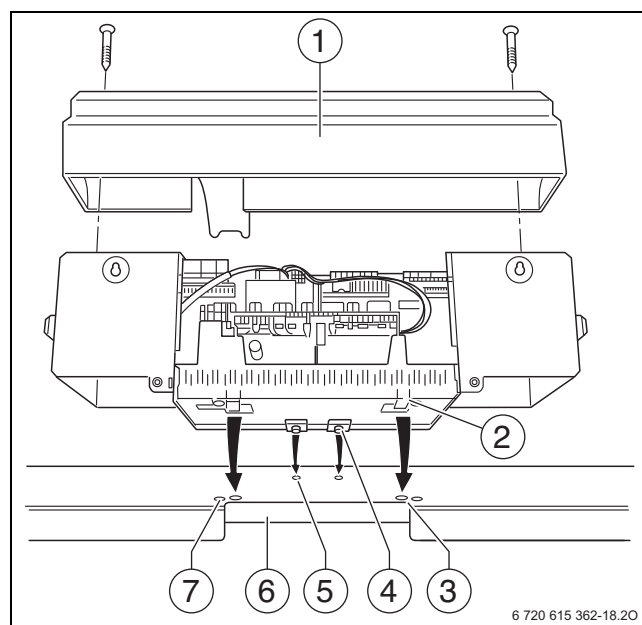
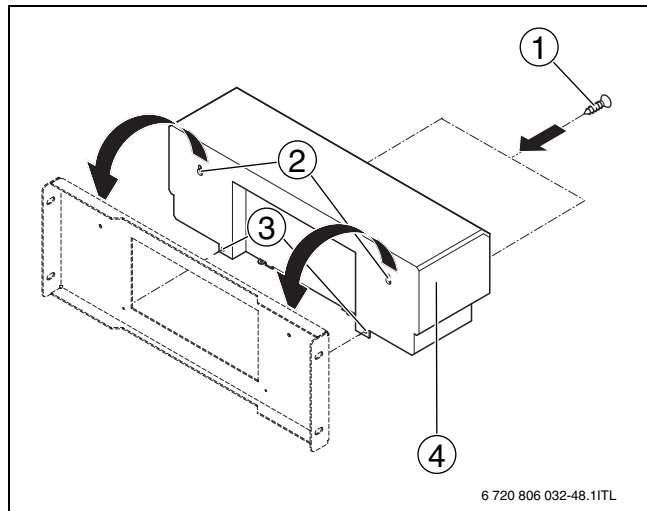

Рис. 22 Монтаж системы управления на котлах 120 - 820 кВт
Рис. 23 Монтаж системы управления на котлах 1040 - 1850 кВт
На рис. 22 система управления (без задней стенки) и кронштейн [1] показаны сзади.
На рис. 23, стр. 24 изображен вид сзади системы управления.
- ▶ Отверните два винта [1] на крышке. Снимите крышку [2] вверх (→ рис. 22).
- ▶ Выньте две заглушки (→ рис. 23, [2]) из системы управления.
- ▶ Установите систему управления (→ рис. 23, [4]) на цапфы кронштейна на стороне котла.
- ▶ Установите крышку на систему управления (→ рис. 22 и рис. 23, стр. 24).
- ▶ Закрепите крышку винтами (рис. 22, стр. 23 и рис. 23, стр. 24).